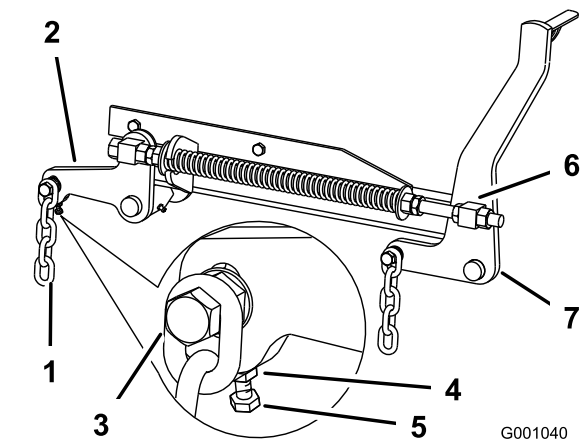

Bild 72
7. Wenn die Werte an den Stellen **B** oder **C** falsch sind, lösen Sie die Schraube, mit der die hintere Kette am hinteren Stützarm befestigt ist (Bild 72).
8. Lösen Sie die Klemmmutter unter dem hinteren Stützarm und stellen Sie die Einstellschraube so ein, dass Sie einen Wert von 79 bis 83 mm erhalten (Bild 72).
7. Lösen Sie die Klemmmuttern der vorderen Drehzapfen, vorne am rechten und linken Drehzapfen, um ungefähr 13 mm (Bild 72).
8. Stellen Sie die Hubmutter auf der linken und rechten Seite der Maschine ein, um einen Wert zu erzielen, der vorne an Stelle A um 6 bis 10 mm niedriger ist als hinten an Stelle **B** (Bild 72).